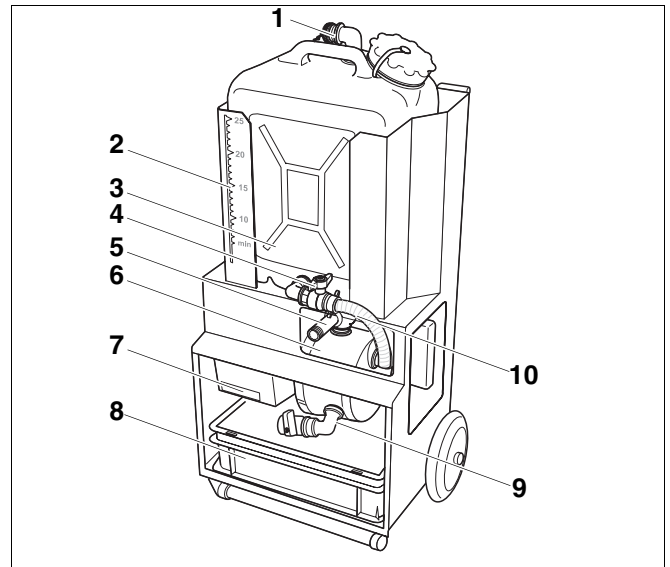

Abb. 1 Befüllpumpe
- Anschluss (1") für Rücklaufschlauch (Abb. 1, **Pos. 1**)
- Messskala (6 – 25 Liter – Abb. 1, **Pos. 2**)
- herausnehmbarer Behälter (Abb. 1, **Pos. 3**)
- Kugelhahn (Abb. 1, **Pos. 4**) in Saugleitung
- Anschluss ($\frac{3}{4}$ ") für Druckschlauch (Abb. 1, **Pos. 5**)
- Befüllpumpe (Abb. 1, **Pos. 6**) inklusive Ablasshahn (Abb. 1, **Pos. 9**) und dem elektrischen Anschluss
- Betriebsschalter (Abb. 1, **Pos. 7**) der Befüllpumpe
- Auffangwanne (Abb. 1, **Pos. 8**) mit Rücklauf- und Druckschlauch
- Saugschlauch (Abb. 1, **Pos. 10**)